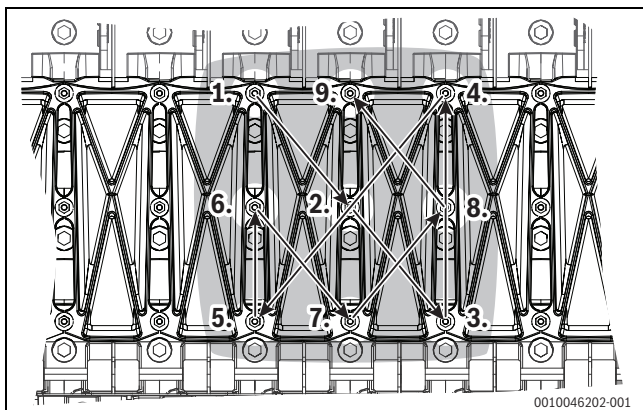

Рис. 58 Схема затяжки крышек люка для чистки
- ▶ Снова прикрутите крышку люка для чистки согласно представленной ниже схеме затяжки (1-2-3-4-5-6-7-8-9; →рис. 58) (момент затяжки: 7 Нм) или выполните влажную очистку теплообменника.